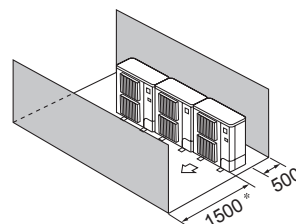

Fig. 2-12
- ④ Алдыңғы жақтағы және арт жақтағы кедергілер (Fig. 2-12)